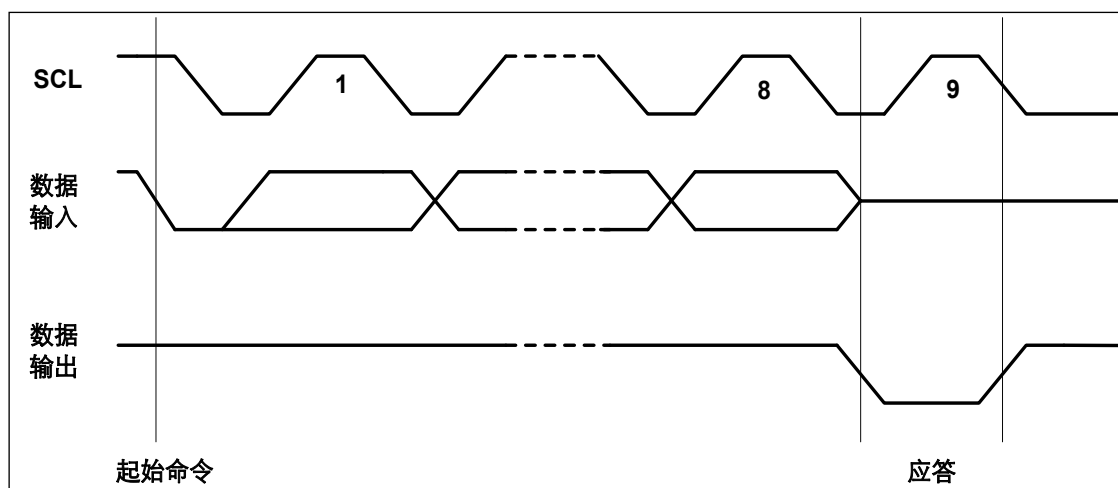

图 19-5 输出应答(ACK)
**输出应答:** SDA 上的数据都是以 8 位为一组串行输入和输出的, MSB 先发, 接收方在收完每个字节后应当在第 9 个周期回发一个回应 acknowledge 位(以下简称 ack), ack 的时钟由主机提供。发送方在 ack 期间悬空 SDA, 接收方须将 SDA 拉低, 确保 ack 时钟高电平期间 SDA 为低, 形成有效的 ack 信号(参见图 19-5)。